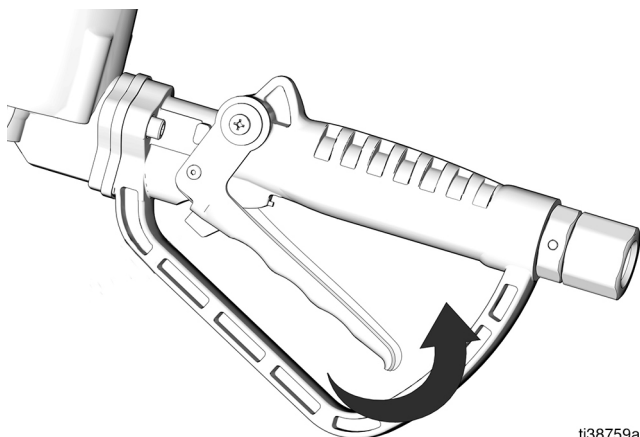

FIG. 4
5. Dispense apretando el gatillo hacia el cuerpo de la válvula (FIG. 4).